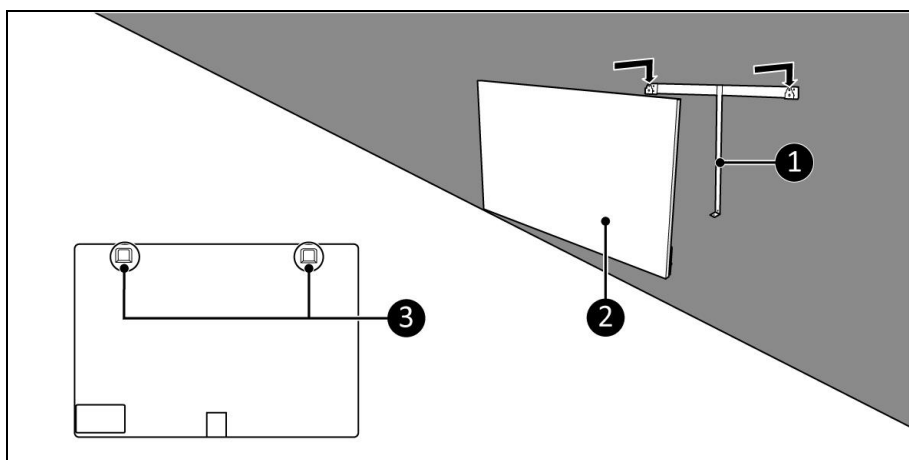

Figur 6
2. Anbring enheden med en minimumsafstand (figur 6) på: